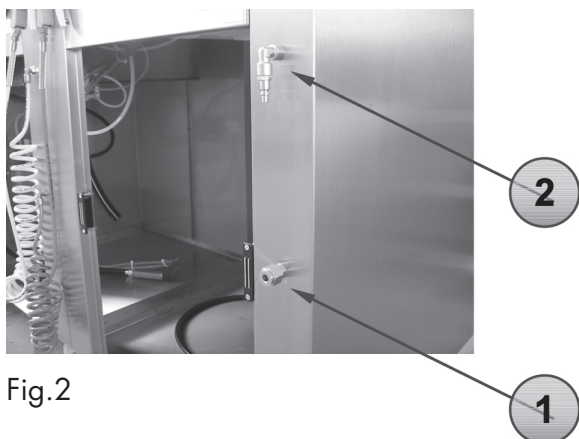

Fig.2
2. Conecte el conector de enchufe rápido de aire de la máquina - Fig.2 nº 2 - a la línea de aire comprimido (máx. 10 bar).